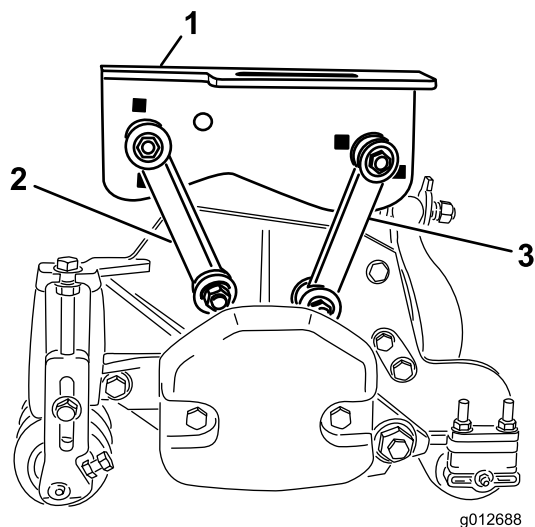

Рисунок 17
- Прикрепите передние монтажные тяги к отверстиям средних несущих рам с помощью болтов (3/8 x 2-1/4 дюйма), двух плоских шайб и контргаяк, как показано на Рисунок 17. Во время монтажа установите с каждой стороны тяги по шайбе. Затяните крепежные элементы с моментом 42 Н-м.
- Прикрепите задние монтажные тяги к отверстиям средних несущих рам с помощью болтов (3/8 x 2-1/4 дюйма), 2 плоских шайб и контргаяк, как показано на Рисунок 17. Установите шайбу с каждой стороны тяги при монтаже. Затяните крепежные элементы с моментом 42 Н-м.